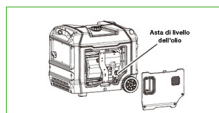

Fig.1
- Allentare la manopola del coperchio esterno destro e rimuovere il coperchio. (Fig. 1)